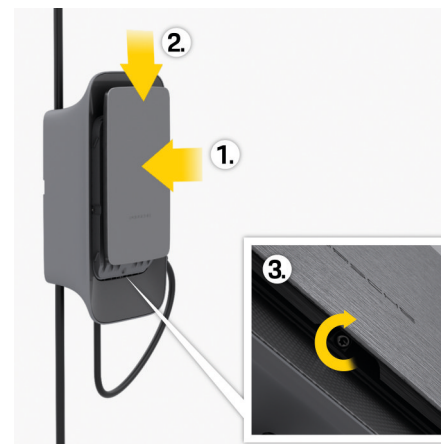

Fig. 28: Fixation de la façade design
1. Desserrez la vis sur le bord inférieur de la façade design **3** ▷ (Fig. 28).